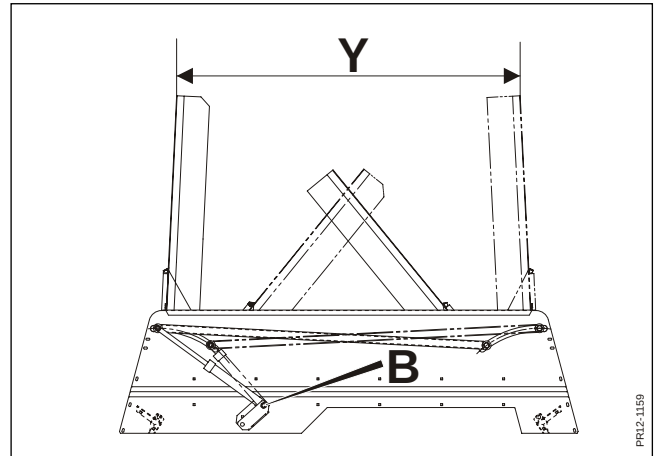

Fig. 3-37
- Fig. 3-37 Cylinderen kan flyttes til pos. **B**, der giver en reduceret bevægelse af skårskærmene og afstanden **y** mellem skærmene er minimeret. I denne position opnås et smallere asymmetrisk dobbeltskår, hvor de to enkelte skår også er smallere.
ADVARSEL: Under kørsel i tung og våd afgrøde, vil standardindstillingen være at foretrække, da vinkling af skårkærme som på fig. 3-37 kan hindre et problemfrit afgrødeflow.